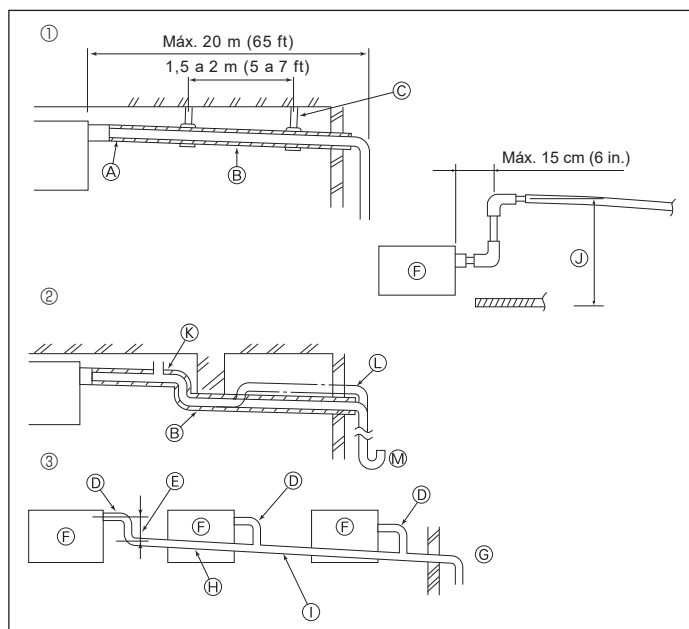

Fig. 3-4
3.4. Tubería de drenaje (Fig. 3-4)
- ① Tubería correcta
- ② Tubería incorrecta
- ③ Agrupación de tuberías